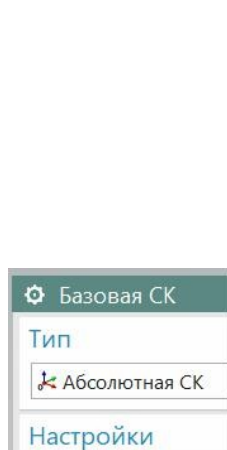

Рис.14
- Но можно непосредственно, заново построить новую базовую СК на месте *абсолютной системы координат*. Для этого нужно в падающем меню «Вставить» обратиться к группе команд, которые позволяют построить *вспомогательные элементы*: **Вставить \ База/Точка** (рис.14).